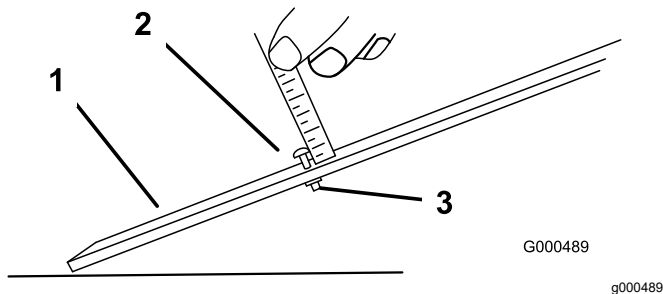

Figura 13
1. Afloje la tuerca de la barra de ajuste y ajuste el perno a la altura de corte deseada (Figura 13).